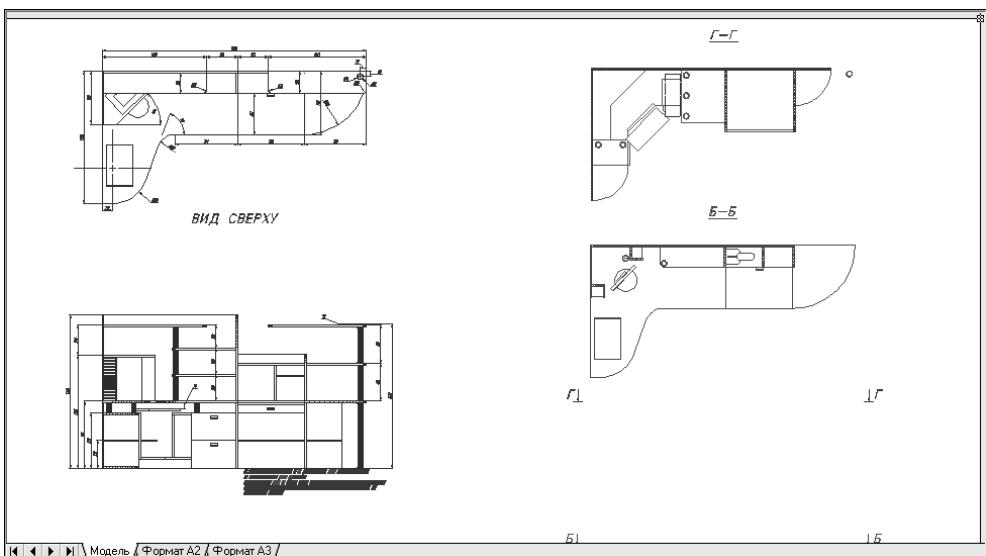

Рис. 13.29 ▼ Вид листа **Модель** (Model) после вставки файлов Work133.dwg и Work134.dwg в виде внешних ссылок
- Как вы, наверное, догадались, мы только что подготовили два чертежа, которые будут использоваться в качестве внешних ссылок. Запустите команду **Внссылки** (XREF) (например, введя в командном окне **вн** (XR) или **сс** (ER)) и с помощью открывшейся палитры **Внешние ссылки** (External References) вставьте в чертеж Work132.dwg в качестве внешних ссылок только что созданные чертежи Work133.dwg и Work134.dwg, разместив их примерно так, как показано на рис. 13.29.